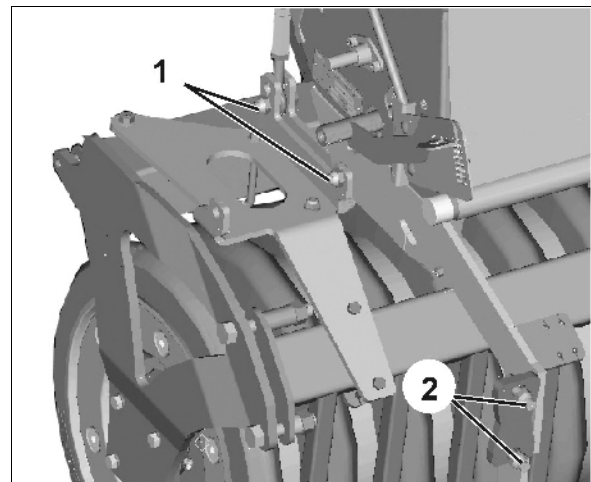

Fig. 26
- 5.1 Links: 2 Verschraubungen (Fig. 26/1) montieren.
(Fig. 26/2): Befestigungspunkt für Striegel.